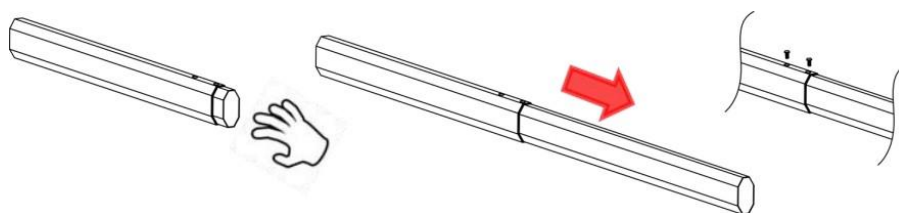

Figura 1 Conecte o braço principal e secundário e fixe com os 2 parafusos
1. Puxe o braço menor para fora da do braço principal e fixe com os dois parafusos, conforme mostrado na Figura 1.